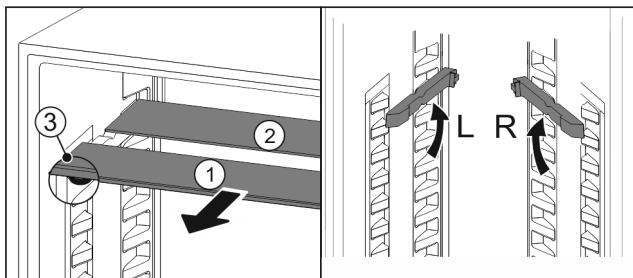

Fig. 190
- Tërhiqni një nga një pllakat e xhamit nga përpara Fig. 190 (1).
- Pllaka e xhamit Fig. 190 (1) me kornizën ndodhet përpara.
- Ndaluesit Fig. 190 (3) janë të drejtuara për poshtë.